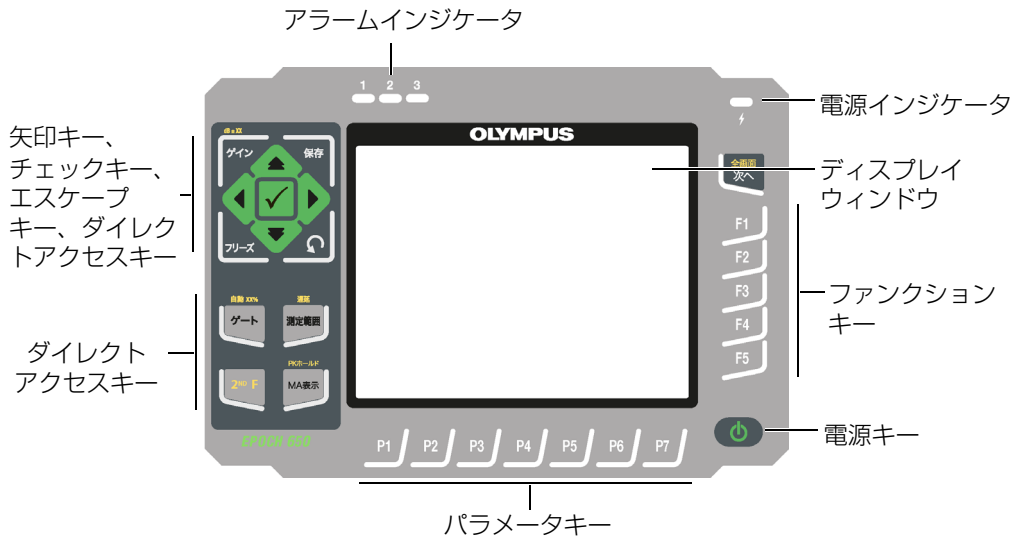

図 1-4 EPOCH 650 — ナビゲーションパッドの構成
- ナビゲーションパッド (21 ページの図 1-4 「EPOCH 650 — ナビゲーションパッドの構成」参照)